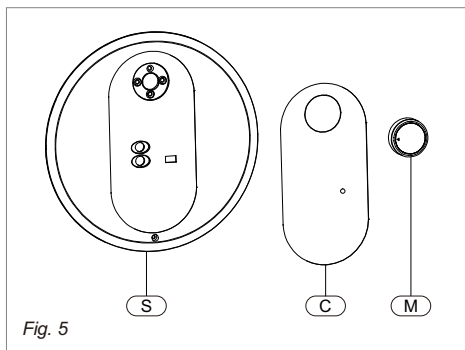

Fig. 5
La température de l'eau chaude est réglée en tournant le bouton M (Fig. 5) situé sur le couvercle avant. La plage de température est comprise entre 55 et 145°F.
- Retirez le joint en caoutchouc qui recouvre la vis Phillips (Fig. 5, [S]), et dévissez la vis Phillips.
- Le couvercle (Fig. 5, [C]) peut maintenant être retiré en le faisant légèrement pivoter. Lors du remontage, procédez dans le sens inverse en veillant à insérer la languette du couvercle dans la fente.